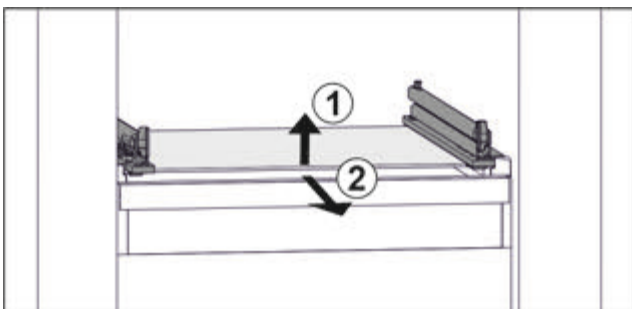

Fig. 78 Приблизне відображення скляної пластини
- ▶ Підняти скляну пластину спереду. Fig. 78 (1)
- ▶ Вийняти скляну пластину рухом вперед. Fig. 78 (2)